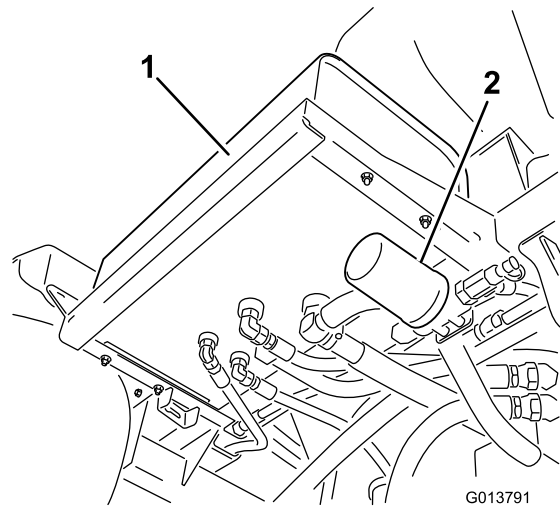
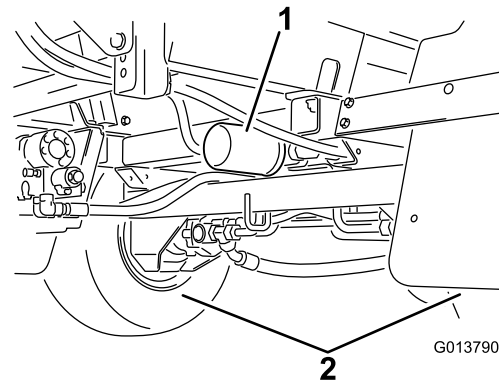

Bild 91
Bild 92
- Ermitteln Sie die zwei Hydraulikfilter an der Maschine (Bild 91 und Bild 92).